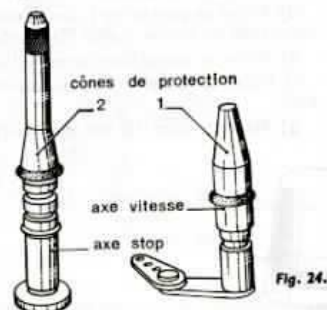

Fig. 24.
a) Placer les joints toriques sur les axes de commande de vitesse et de stop en utilisant les cônes de protection (1) pour les joints inférieurs et (2) pour les joints supérieurs (1) (fig. 24).